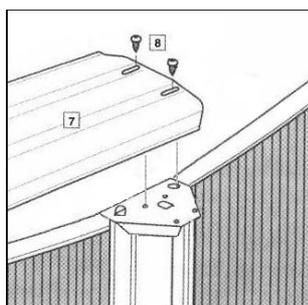

fig. 30
b) Allineare i buchi come si vede in fig. 30, (8). Fissare nel posto, sulla placca superiore ed inserire una vite attraverso i buchi ovali. Non fissare ancora le viti del tutto, fino che tutti i profili superiori siano messe nel suo posto.